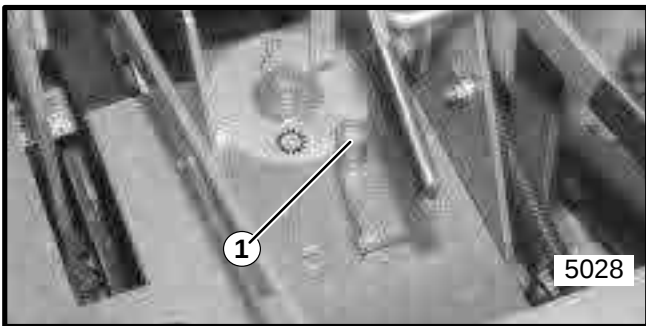

Figura 9
3. Coloque la manija de manejar bien sea en la posición de velocidad "H" (alto) o "L" (baja) y ajuste el regulador. Vea la Figura 9. Coloque la unidad al comienzo del área a ser cortada.